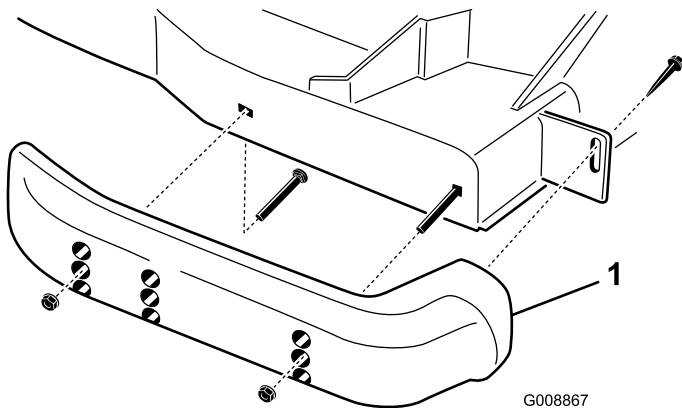

Bild 27
1. Lösen Sie die Schraube vorne an jeder Kufe (Bild 27).
2. Nehmen Sie die Bundbolzen und Muttern von jeder Kufe ab (Bild 27).